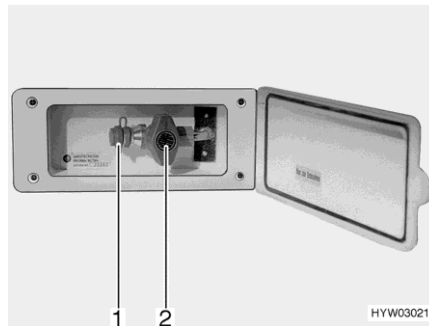

Fig. 169 Presa gas esterna (rubinetto di arresto del gas chiuso)
- Collegare l'apparecchio a gas esterno all'attacco (Fig. 169,1).
- Aprire il rubinetto di arresto del gas (Fig. 169,2).